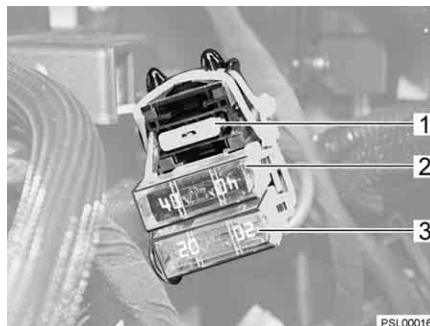

Fig. 33 Fusibles de la batterie de démarrage
- Type de fusible (Fig. 33,1) : fusible plat 2 A/gris pour la dynamo D+
- Type de fusible (Fig. 33,2) : fusible plat Jumbo 40 A/orange
- Type de fusible (Fig. 33,3) : fusible plat 20 A/jaune pour réfrigérateur et câble de charge